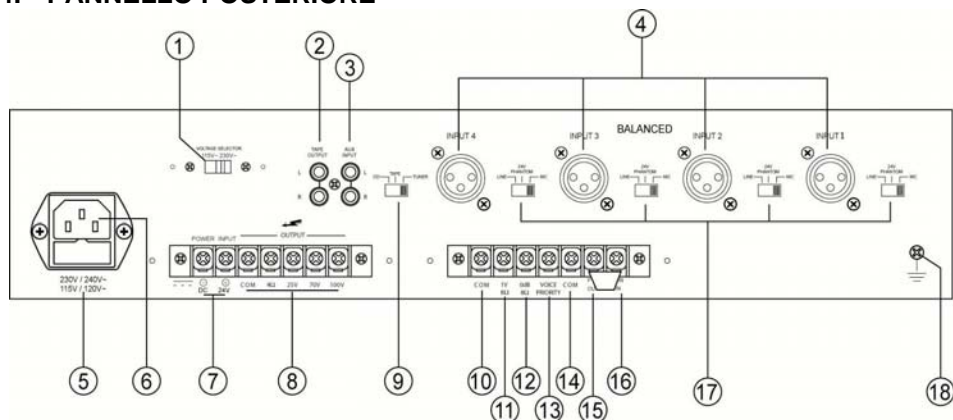

fig.2
- Gli ingressi INPUT1, INPUT2, INPUT3, INPUT4 sono di tipo XLR universale bilanciato, utilizzabili per il collegamento sia di microfoni dinamici a bassa impedenza ($30-600\Omega$), sia di microfoni a condensatore con alimentazione phantom a 24V, sia di sorgenti audio con uscita del segnale livello "linea" (es. sintonizzatore AM/FM, lettore di cassette, lettore CD, ecc.). **Per scegliere il tipo di sorgente da connettere agire sui selettori (fig.2 rif.17): posizione LINE per sintonizzatori AM/FM, lettori CD ecc, posizione MIC per microfoni dinamici a bassa impedenza e posizione PHANTOM per microfoni a condensatore.** L'ingresso INPUT1 è provvisto della funzione VOX e, quando viene pilotato con un segnale, provvede a renderlo prioritario escludendo tutti gli altri ingressi; in questo modo viene diffuso unicamente il segnale audio dell'ingresso INPUT1.
Consente l'alimentazione dell'unità (**fig.2 rif.6**).
Prima di alimentare l'unità, controllare che il selettore della tensione di alimentazione (**fig.2 rif.1**) sia posizionato sullo stesso valore della tensione di rete.
Per accedere ai morsetti di connessione altoparlanti (**fig.2 rif. 8**) rimuovere il coperchio di protezione svitando le rispettive viti.